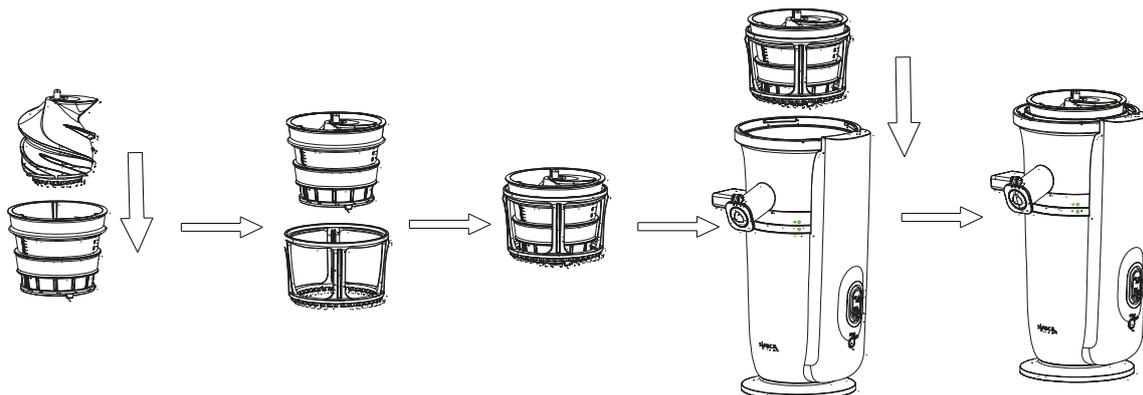

Bild 3
2. Um zu Entsaften: Setzen Sie den Mahlkopf in das Sieb ein, setzen Sie dann das Sieb in die rotierende Reinigungsbürste ein. Drücken Sie die rotierende Reinigungsbürste dann nach unten, indem Sie das Symbol "▼" auf dem Sieb an dieselbe Stelle bringen wie das Symbol "○" auf der Motor-Einheit. Stellen Sie sicher, dass der Mahlkopf richtig in die Mitte der Motor-Einheit eingesetzt ist (Siehe Bild 3).